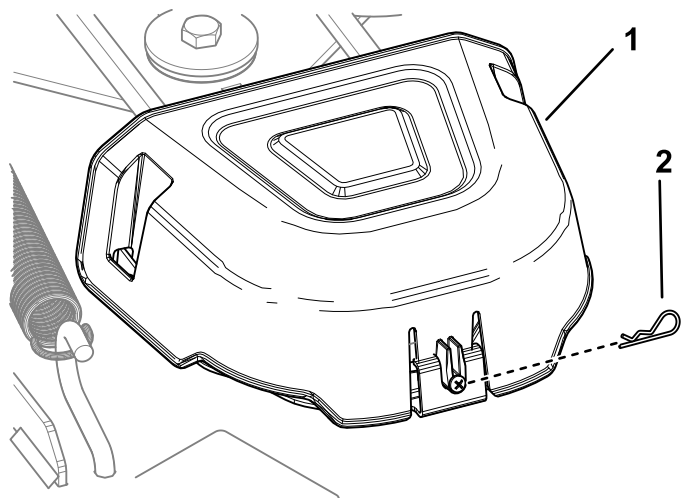

Figure 57
4. Retirez la goupille fendue et appuyez sur la languette des couvercles pour déposer les couvercles des poulies (Figure 57).